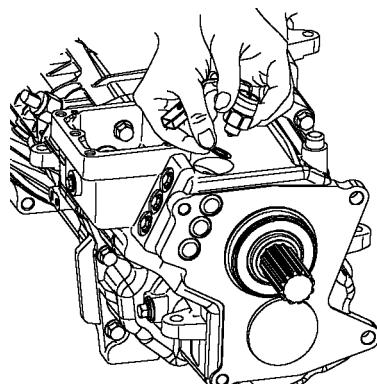

Рис. 6.4. Снятие и установка выключателя лампы заднего хода.
3. Снимите выключатель лампы заднего хода (рис. 6.4).